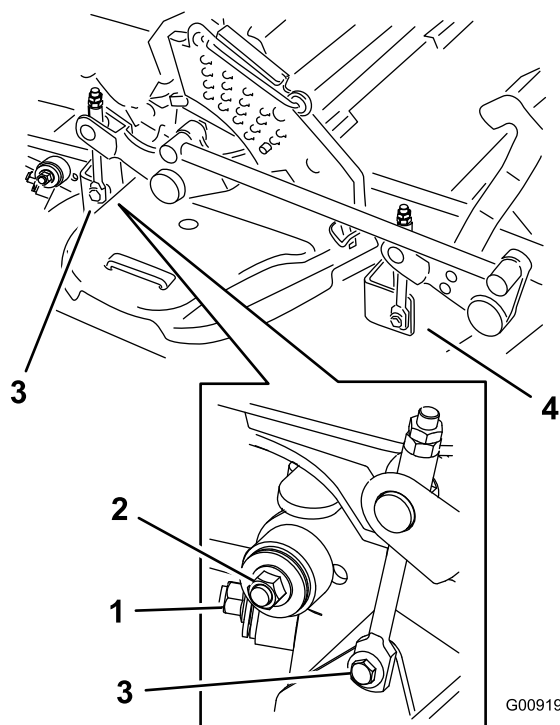

Figura 107
7. Retire e guarde as ferragens em ambos os lados da plataforma (Figura 107).